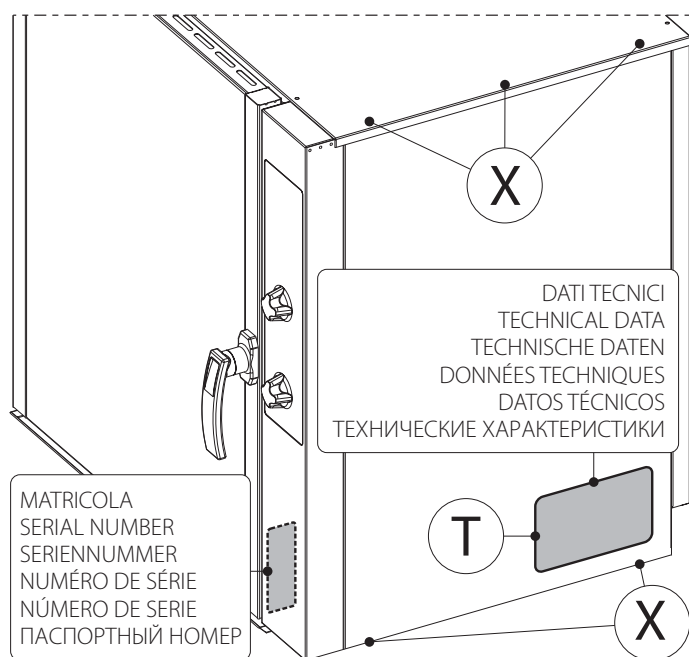
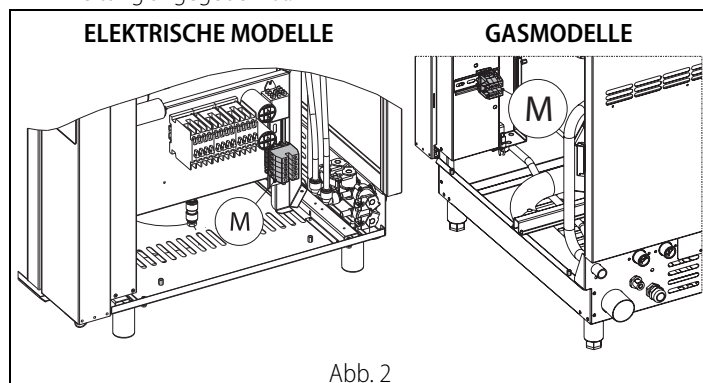

Abb. 1.1
Abb. 2
**i** Das Typenschild | T | Abb.1.1 aus klebendem Polyester befindet sich innen und außen an der rechten Seitenwand.
Für den Zugriff auf das Klemmenbrett | M | Abb. 2 das Panel durch Entfernen der Schrauben | X | Abb.1.1 im unteren und oberen Bereich des Panels abnehmen. Die Leiter des Netzkabels am Klemmenbrett entsprechend der Angaben des elektrischen Schaltplans anschließen. Das Kabel außerdem immer am Boden entlang führen und mit der Kabelklemme | ⚡ | (Abb. 1.) befestigen. Das Gerät muss an eine effiziente Erdleitung angeschlossen werden. Zu diesem Zweck verfügt das Gerät neben dem Anschlussklemmenbrett über eine Schraube mit dem Symbol ⚡, an die die Erdleitung angeschlossen wird. Das Gerät muss an ein Potentialausgleichssystem angeschlossen sein; für den Anschluss ist auf der Geräterückseite eine entsprechende Schraube mit dem Symbol | ▽ | angebracht (Abb. 1). Der Potentialleiter muss einen Mindestquerschnitt von 10 mm2 aufweisen.